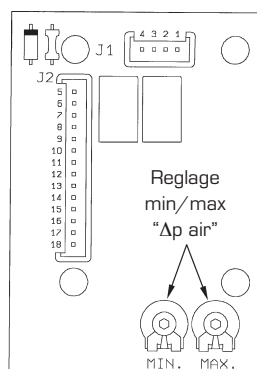

Figure 3
- 2) Rechercher les valeurs de "Δp air max" indiquées dans le tableau, en agissant sur le trimmer "MAX" de la carte du ventilateur (Figure 3).
- 4) Rechercher les valeurs de "Δp air min" indiquées dans le tableau, en agissant sur le trimmer "MIN" de la carte ventilateur (Figure 3).
- **Mise en sécurité** (fig. 3)